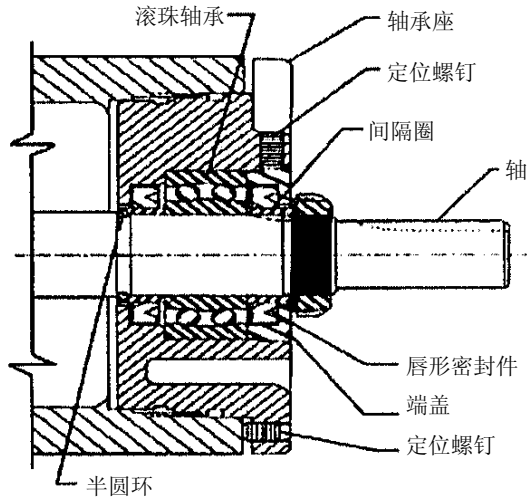

图 5
4. 松开轴承座表面的定位螺钉，将轴承座部件从支架上拆除。参见图 5 或 6。
参见图 5 和 6 的轴承座组件部分。
6. “LS”泵：在滚子轴承外面涂上油脂，将轴承推压到轴承座中。**可以参见图 5。**